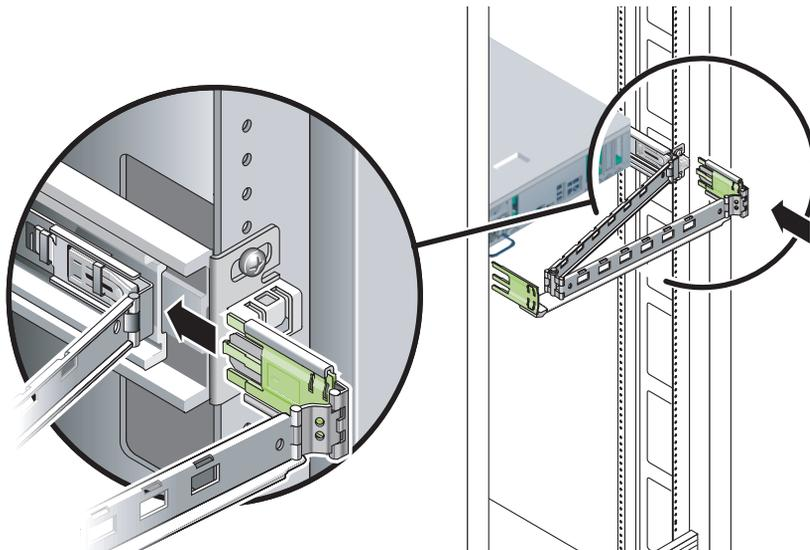

ABBILDUNG 3-32 Anbringen des äußeren Kabelführungsverbindungsstücks
3. Setzen Sie die größere Verlängerung in das Ende der rechten Schiene ein (ABBILDUNG 3-32).